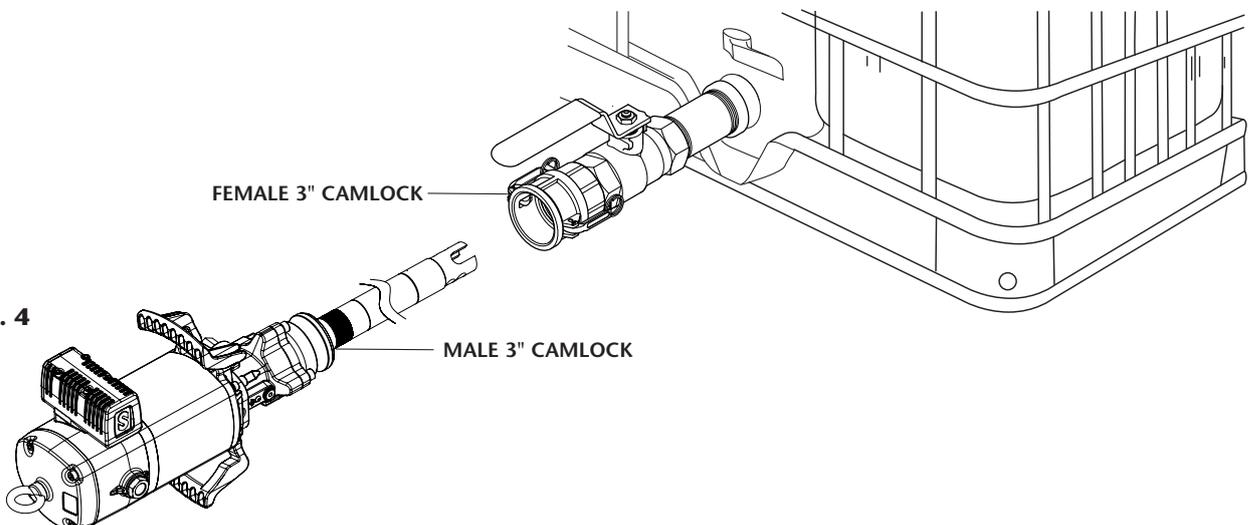

Fig. 4
- c. Horizontal mounting to a bulk container (531730, 531731 pumps). These pumps have the male part of a 3" camlock which would connect to the female part installed in the container (fig. 4).
- c. Montaje horizontal directamente a depósito (bombas 531730, 531731). Estas bombas incorporan la parte macho de un camlock de 3", que se acoplaría a la parte hembra colocada en el depósito (fig. 4).
- c. Installation horizontale directement sur le réservoir (pompes 531730, 531731). Ces pompes incorporent la partie mâle d'un camlock de 3" qui s'accouplera à la partie femelle placée dans le réservoir (voir fig 4).
Figure 4 is a typical installation shown with all the recommended accessories for the pump to operate correctly.
La figure 4 vous présente à titre informatif une installation typique dotée de tous les éléments recommandés pour son bon fonctionnement.